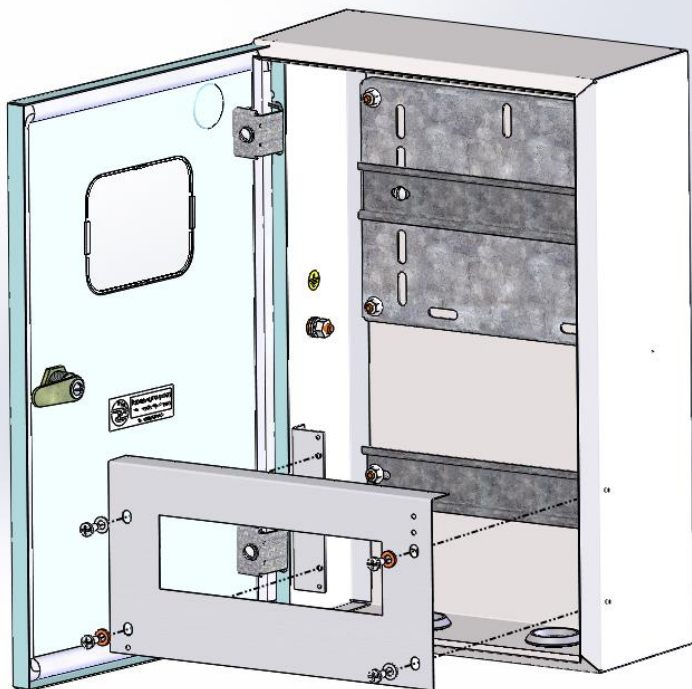

Рис. 2 Схема крепления фальш - панели
2. Снять фальшь - панель, отвернув 4-е винта М4 с шайбами (см. рис. 2);